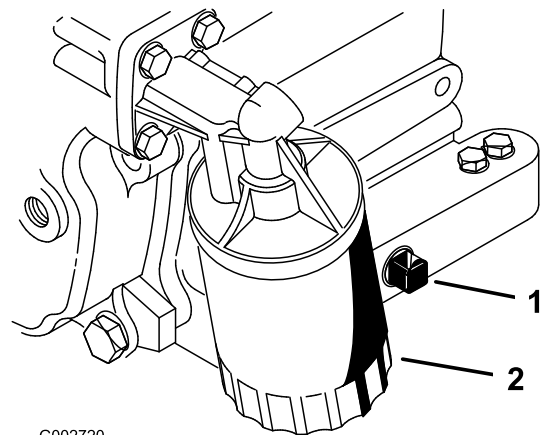

図 26
- ドレンプラグ (図 26) を外してオイルを容器に受ける。オイルが抜けたらドレンプラグを取り付ける。
- オイルフィルタを外す 図 26。